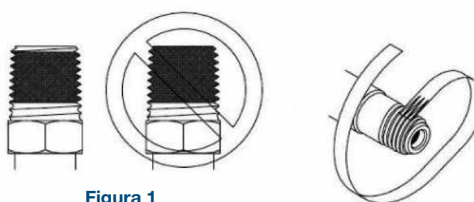

Figura 1
- 5.5 Empiece a colocar la cinta de PTFE en el segundo filete, como se indica a continuación en la **figura 1**. Asegúrese de que la cinta no se superpone al final del racor. A medida que enrolla la cinta en la dirección de la espiral de la rosca, tire firmemente del final de la cinta de modo que se adapte a los filetes. Dé dos vueltas a las roscas, corte la cinta que sobre y presione firmemente el extremo en las roscas como se muestra en la **figura 1**.